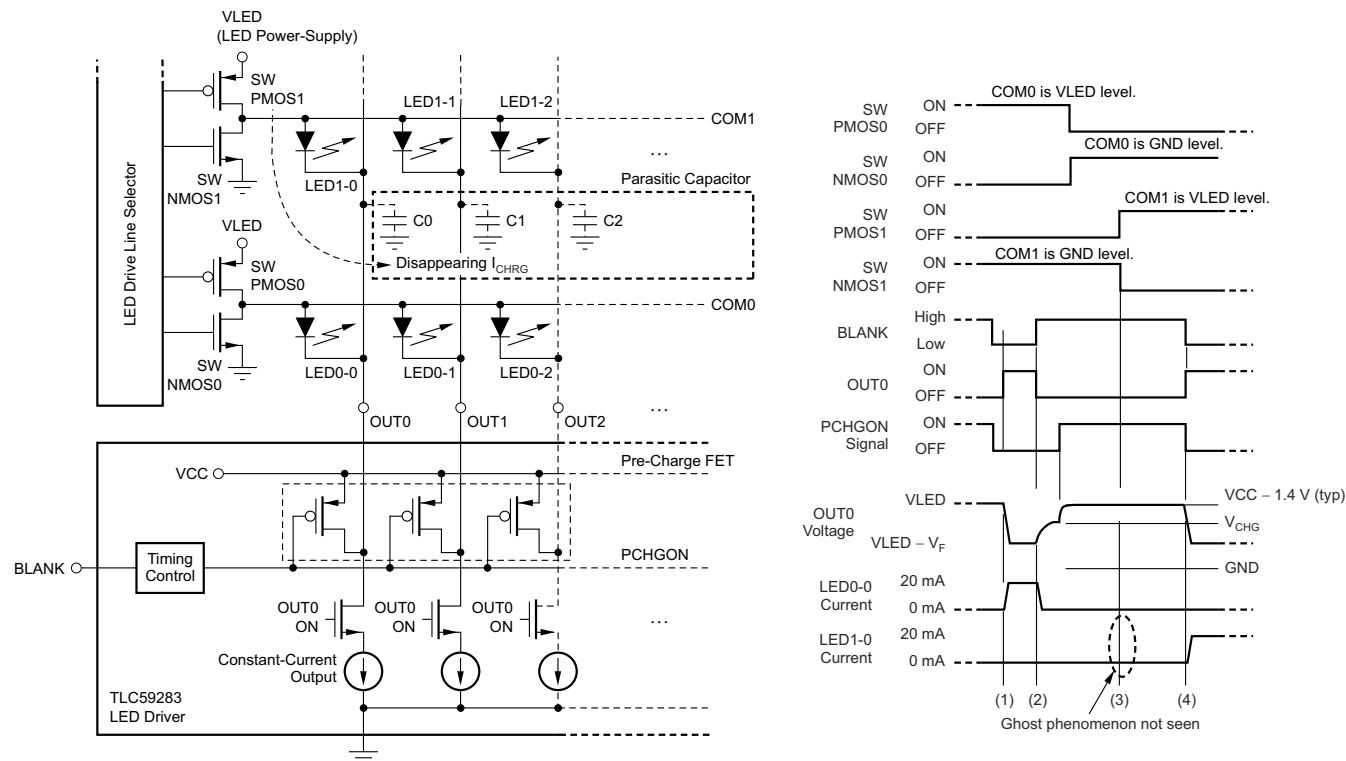

図 7-2. プリチャージ FET による LED のゴースト発光のメカニズム
図 7-2 に示すように、TLC59283 には内部プリチャージ FET があり、ゴーストを防止します。単一のコモンラインの PWM 制御が完了してからわずかな遅延時間が経過すると、FET は  $OUT_n$  を  $V_{CC}$  にプルアップします。SWMOS1 がオンになると、充電電流は LED1-0 を経由して C0 に流れず、(3) でゴーストが除去されます。ただし、LED アノード電圧、直列接続された LED の数、LED 順方向電圧、TLC59283  $V_{CC}$  電源電圧によっては、十分なゴーストキャンセル効果が得られない場合があります。